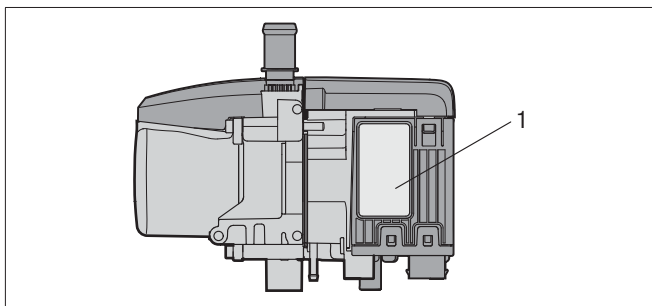

Bild 6
Das Fabrikschild (1) ist seitlich am Heizgerät befestigt. Das zweite Fabrikschild (Duplikat) liegt dem Heizgerät bei und muss gut sichtbar im Fahrzeug angeklebt werden, siehe Bild 6.